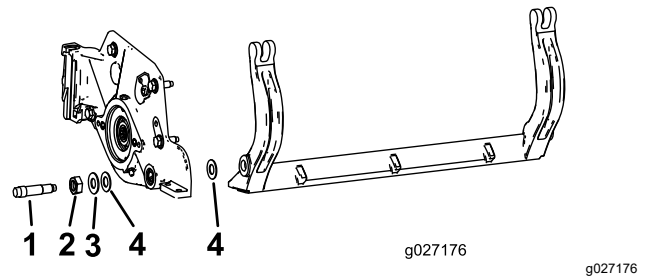

Figura 25
Asigurați-vă că la capătul barei de cadru există 2 aibe din nailon și 1 aibă din oel tanată (Figura 25).
3. Amplasai o aibă din nailon pe fiecare parte a butucului plăcii laterale. Amplasai o aibă din oel în afara fiecărei aibe din nailon (Figura 25).